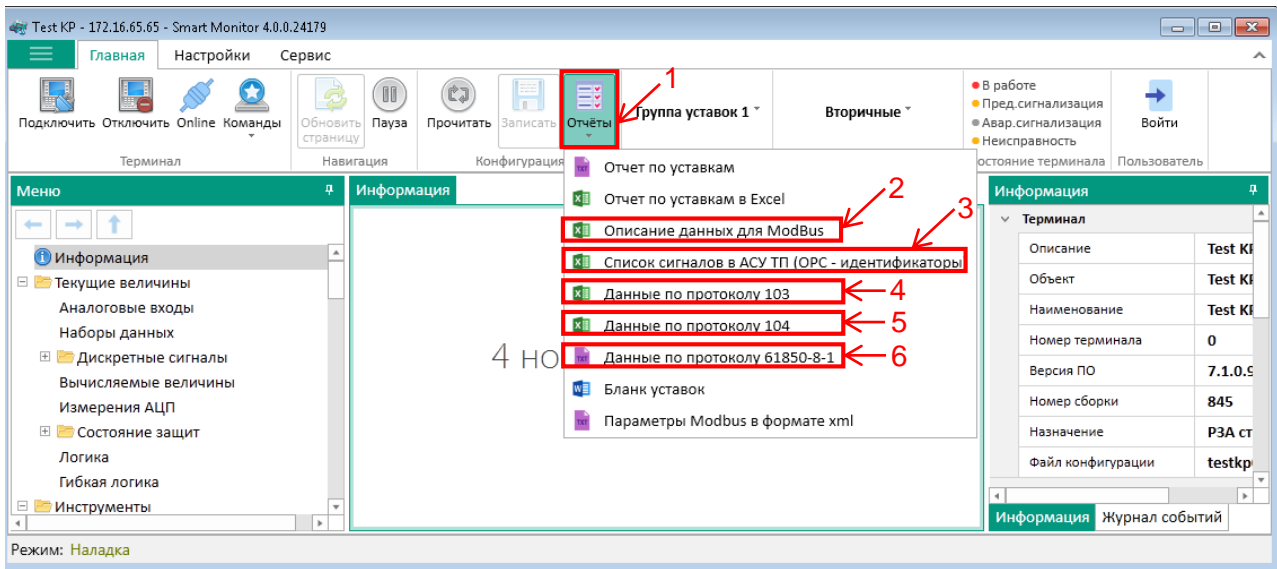

Рисунок 15 – Меню **Отчёты**
2.3.2.2 Для формирования списка сигналов необходимо выбрать пункт главного меню **Отчёты** (см. рисунок 15, поз. 1).
- протокол стандарта Modbus. В главном меню выбрать **Отчёты** → **Описание данных для ModBus** (см. рисунок 15, поз. 2);
- протокол OPC. В главном меню выбрать **Отчёты** → **Список сигналов в АСУ ТП (OPC-идентификаторы)** (см. рисунок 15, поз. 3);
- протокол по стандарту ГОСТ Р МЭК 60870-5-103-2005. В главном меню выбрать **Отчёты** → **Данные по протоколу 103** (см. рисунок 15, поз. 4);
- протокол по стандарту ГОСТ Р МЭК 60870-5-104-2004. В главном меню выбрать **Отчёты** → **Данные по протоколу 104** (см. рисунок 15, поз. 5);
- протокол стандарта IEC 61850-8-1(2011) (МЭК 61850-8-1-2011). В главном меню выбрать **Отчёты** → **Данные по протоколу 61850-8-1** (см. рисунок 15, поз. 6).